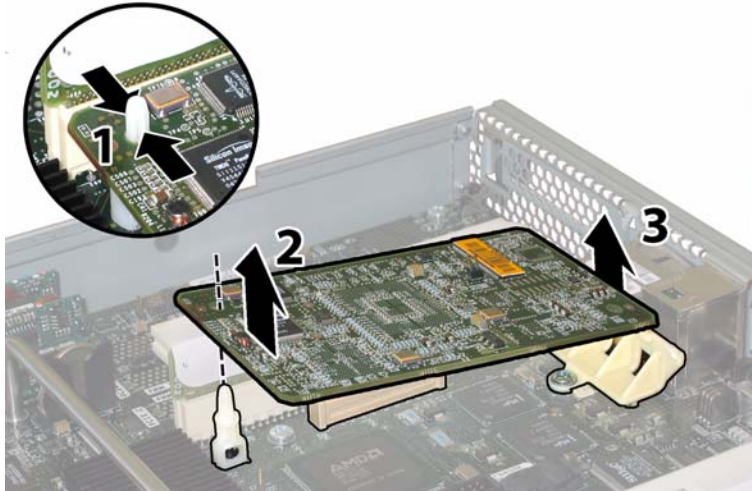

ABBILDUNG 3-42 Ausbauen der GRASP-Platine
- b. Drücken Sie den aus der Karte herausragenden Abstandshalter aus Kunststoff zusammen, um die Sicherungslaschen zu entsperren. Siehe **ABBILDUNG 3-42**.